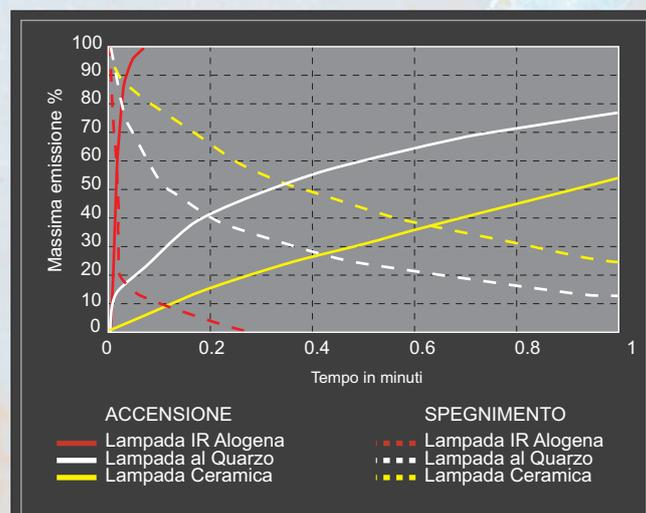

Figura 2
Le lampade IR alogene Photo Electronics permettono di **ridurre i consumi energetici durante il ciclo di produzione**. Infatti quando la linea di lavorazione si arresta il forno si spegne completamente (il consumo energetico è nullo) per poi ripartire nel giro di uno/due secondi ed erogare subito il 100% dell'energia (Figura 2).
**Le lampade sono istantanee**, dall'accensione impiegano solo 2 secondi per raggiungere la massima emissione (Figura 2).
Durante il fermolinea il materiale che rimane all'interno del forno non viene riscaldato eccessivamente perché le lampade vengono spente e **la temperatura si riduce in pochi secondi** (figura 2).
I **tempi di raffreddamento sono estremamente brevi** se comparati alle lampade IR al quarzo o ceramiche (Figura 2). Questo conferisce maggiore sicurezza all'impianto durante la manutenzione.